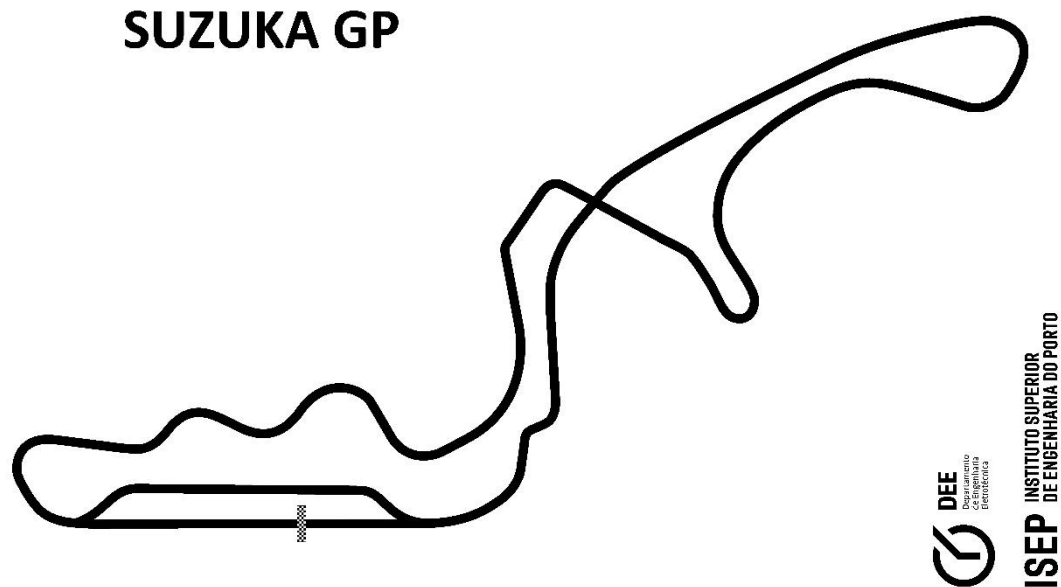

Figura 6: Pista correspondente ao circuito de Suzuka (Japão)
- d) Ronda 4: circuito de Suzuka (ver Figura 6).